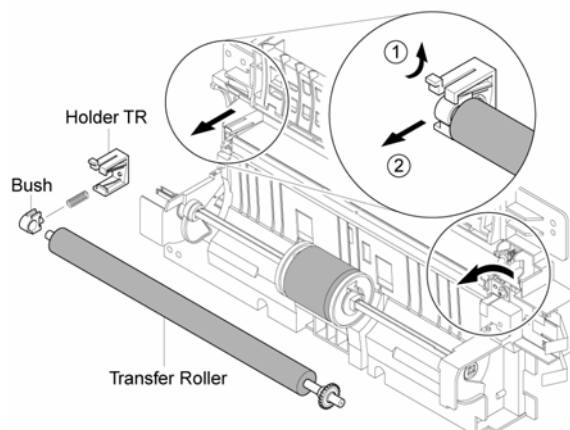

Рисунок 2
6. Освободите держатель TR из рамы, затем освободите ролик переноса в направлении стрелки, рисунок 2.